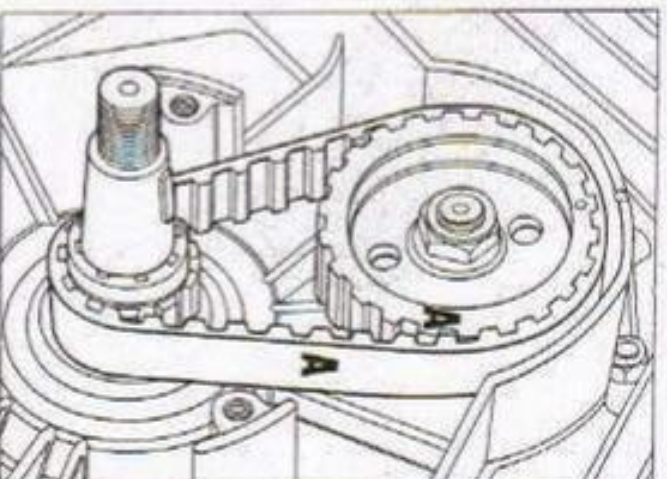
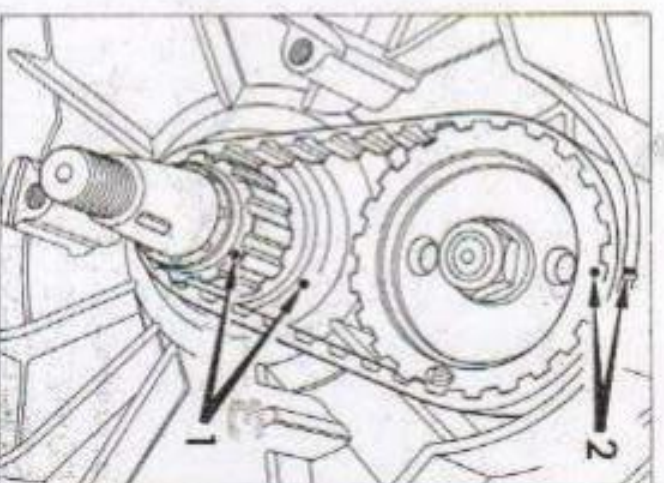

Fig. 13
Fig. 11
- 6 - Quando detto angolo è fuori tolleranza è necessario agire sul rocchetto piccolo comando distribuzione, ruotandolo in modo da trovare la tacca in fase che permetta l'introduzione del rocchetto stesso e stampigliare i nuovi riferimenti come Fig. 11.
- 1 - Orientare i 2 riferimenti sui rocchetti come (fig. 11): procedere all'estrazione del rocchetto utilizzando l'anello seeger come agancio; sostituire la cinghia controllando che la lettera stampigliata sul rocchetto grande corrisponde a quella scritta sulla cinghia, vedi (fig. 13); introdurre unitamente cinghia e rocchetti infilando il rocchetto piccolo con la tacca in fase alla chiave (fig. 11).
2 - Controllare a montaggio ultimato i riferimenti della fase di distribuzione (punti 1 e 2 - fig. 11).